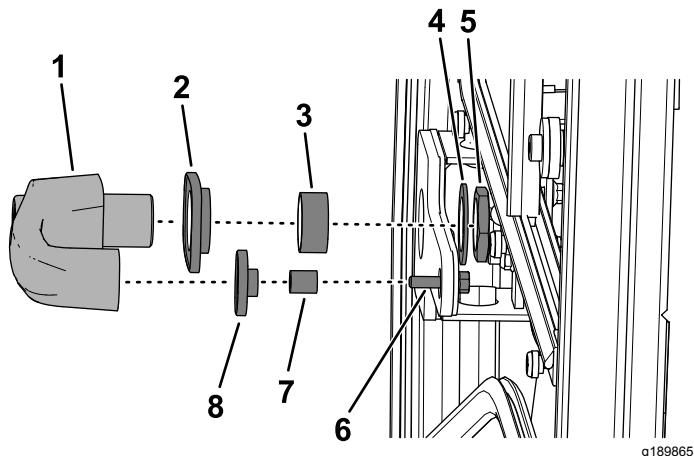

Рисунок 2
- Выверните крепежную гайку, шайбу, винт с фланцевой головкой (6 x 25 мм), снимите 2 прокладки и 2 втулки с дверной ручки и снимите дверную ручку (Рисунок 2).